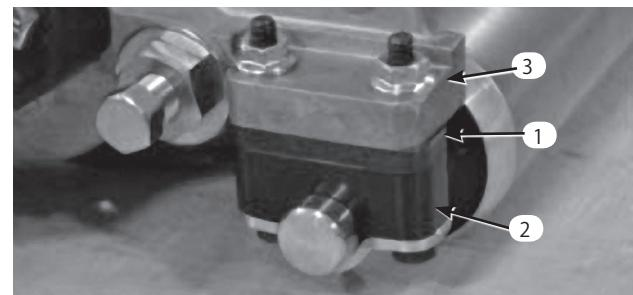

図11
- 刃高 3 mm~25.4 mm の場合: スペーサをサイドプレート取り付けフランジの下にセットする(図11)。